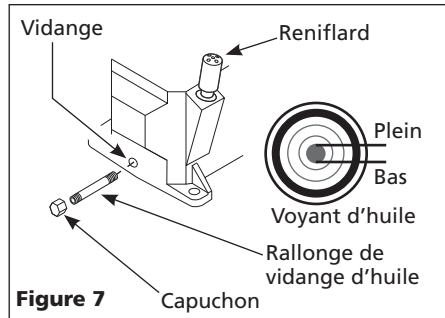

Figure 7
Pour éviter des fuites d'huile, il est hautement recommandé d'appliquer le ruban d'étanchéité de filetage de PTFE, ou le mastic d'étanchéité, aux filets sur chaque extrémité de l'extension de drainage de l'huile. Visser le capuchon à un bout du rallonge. Enlever le bouchon de vidange d'huile de la pompe et poser le rallonge de vidange d'huile (Voir Figure 7).
**REMARQUE:** Si votre modèle est équipé d'un regard d'huile, ajoutez l'huile jusqu'à la ligne de remplissage (Voir Figure 7).